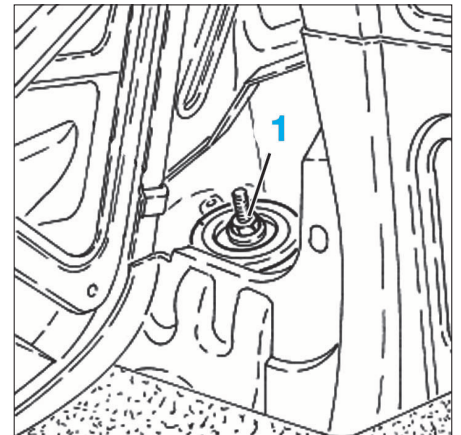

FIG. 15
- Dans le coffre, déposer l'écrou de fixation supérieure (1) puis déposer la coupelle (Fig.15).